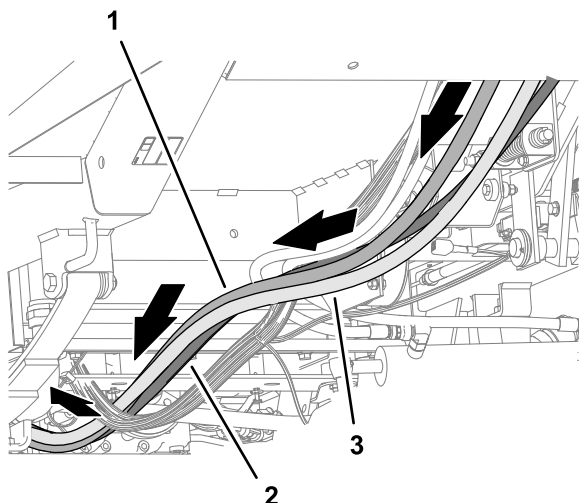

図 124
- 2本の油圧ポンプホースとタンクリターンリホースを、マシンの右フレームチューブに沿って後方に配線します (図 124)。